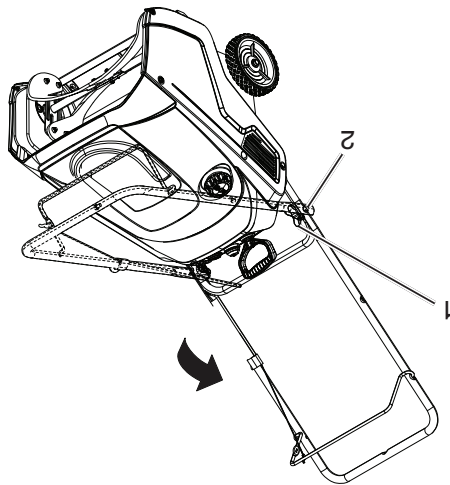

Figure 2
- Desserrer les deux boutons de la poignée et les retirer jusqu'à ce que vous puissiez déplacer la poignée librement et la tourner en position de fonctionnement (Figure 2).